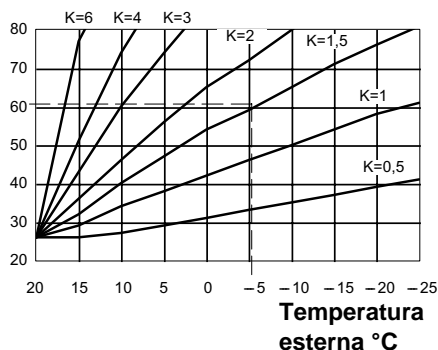

Figura 5.33 Coefficiente K con remoto.
ottimizzare la temperatura di mandata (*Figura 5.33*).
Es. Per avere una temperatura di mandata all'impianto di riscaldamento di 60 °C con una esterna di -5 °C si deve settare un K di 1,5 (linea tratteggiata in *Figura 5.33*)
- 3 Per settare il *coefficiente K*, determinato dalla *Figura 5.33* bisogna entrare in programmazione premendo per 15 secondi il pulsante di ripristino **c**, in *Figura 5.34*. fino alla comparsa del parametro **P01** sul display LCD; sul display LCD compare la seguente
ad un massimo di **255** in base alla curva scelta del coefficiente *K* in **Figura 5.33**